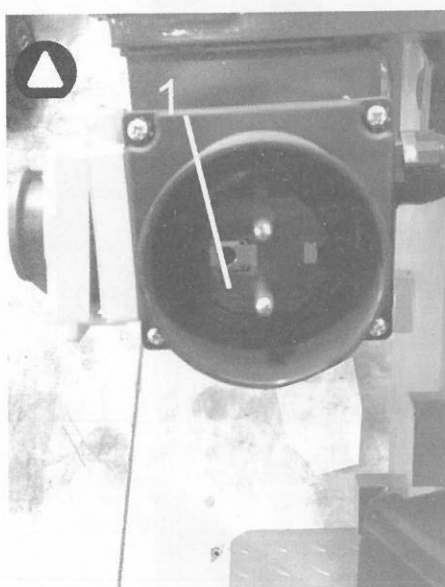

Fig. 9
- ▶ Inserire la spina di alimentazione elettrica della macchina (1 Fig. 9) nella presa della rete elettrica.